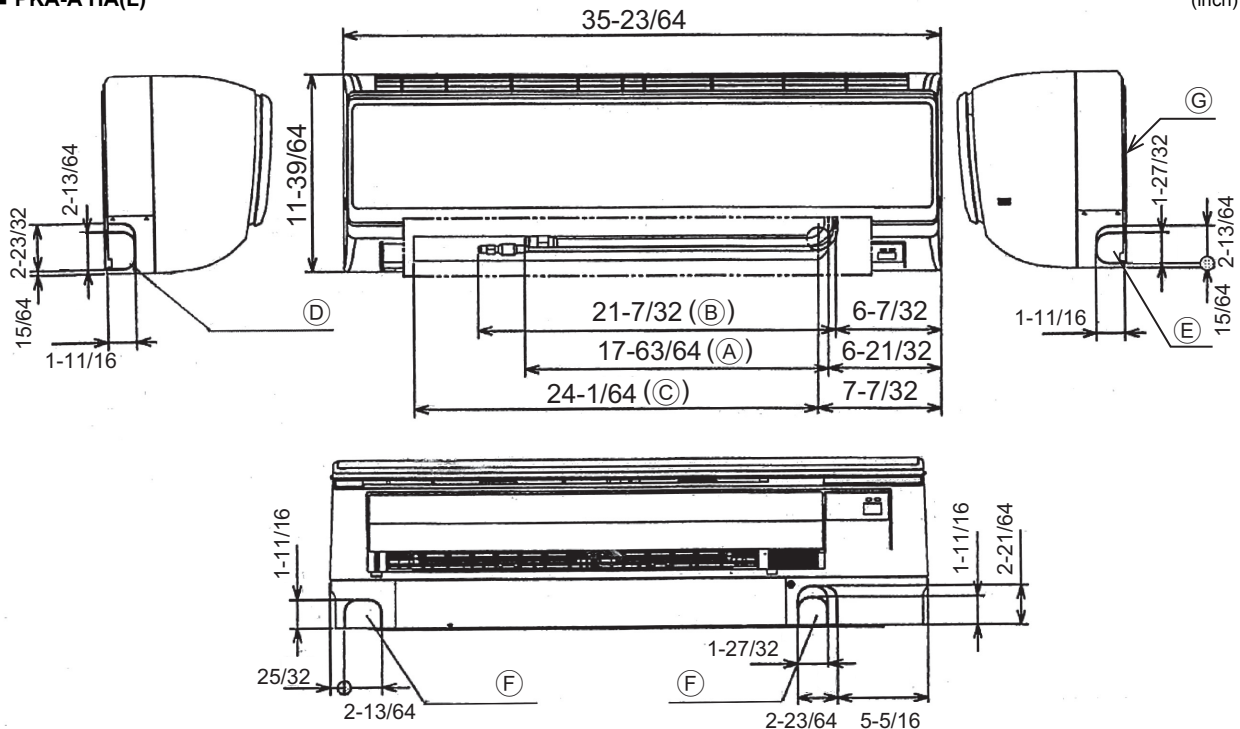
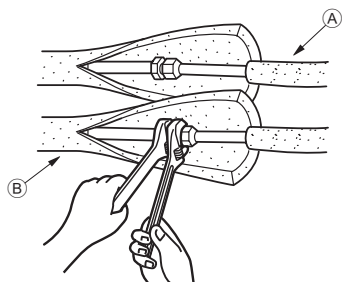

Fig. 4-2
Fig. 4-3
- (C) Aplique aceite refrigerante para máquinas sobre toda la superficie de las partes roscadas.
- (D) Utilice tuercas abocardadas que coincidan con el tamaño de las tuberías de la unidad exterior.
4.3. Colocación de los tubos del refrigerante y de drenaje (Fig. 4-2)
- (A) Tubo de gas * Indica el estado con los accesorios montados.
- (B) Tubo de líquido
- (C) Manguera de drenaje
- (D) Orificio ciego para las tuberías del lado izquierdo
- (E) Orificio ciego para las tuberías del lado derecho
- (F) Orificio ciego para las tuberías de la parte inferior
- (G) Placa de montaje
4.4. Trabajo de instalación de la tubería del refrigerante (Fig. 4-3)